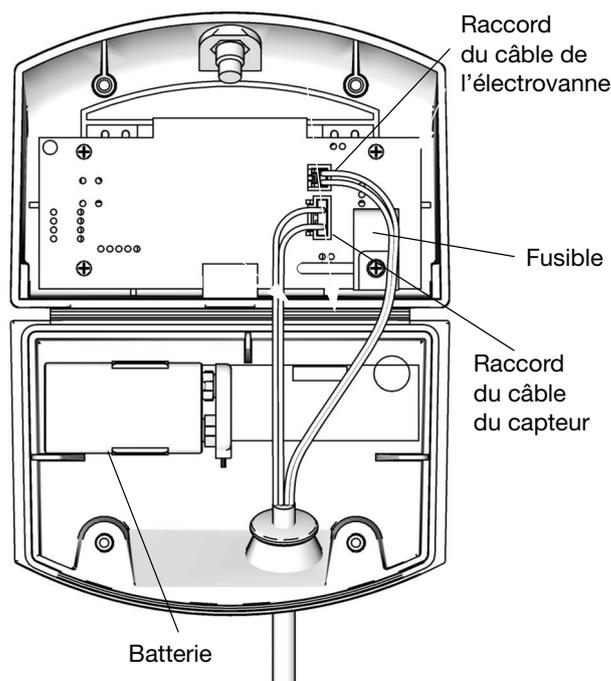

FIG. 20. Emplacement de la batterie et du fusible DataTrak
5. Sortir la pile usée et remplacez-la par une pile approuvée. Voir la FIG. 20.